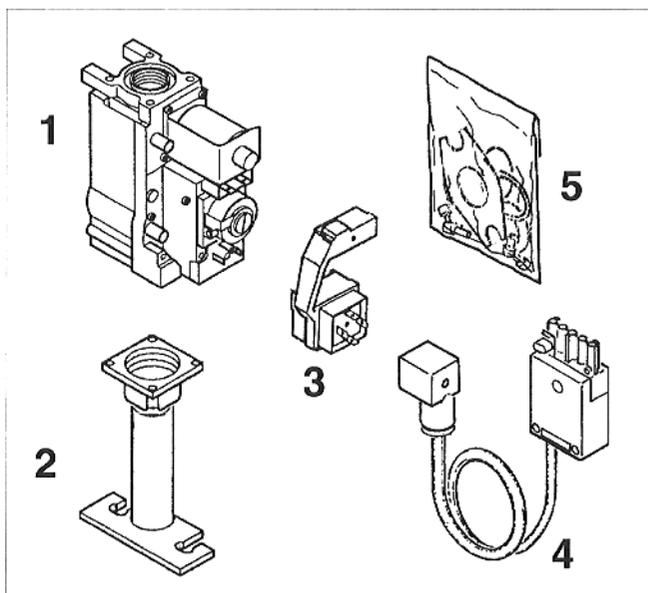
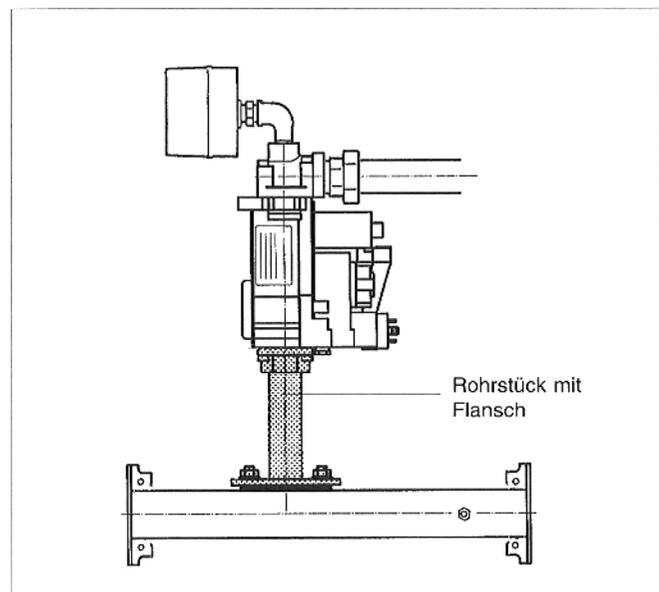

Abb. 1: Set 1
Abb. 5: G224 L als Beispiel mit VR 4605 (Set 1); vorher VR 4905
- Rohrstück mit Flansch (Abb. 1, Pos. 2) zwischen Armatur und Gasverteilerbalken montieren (Abb. 5).